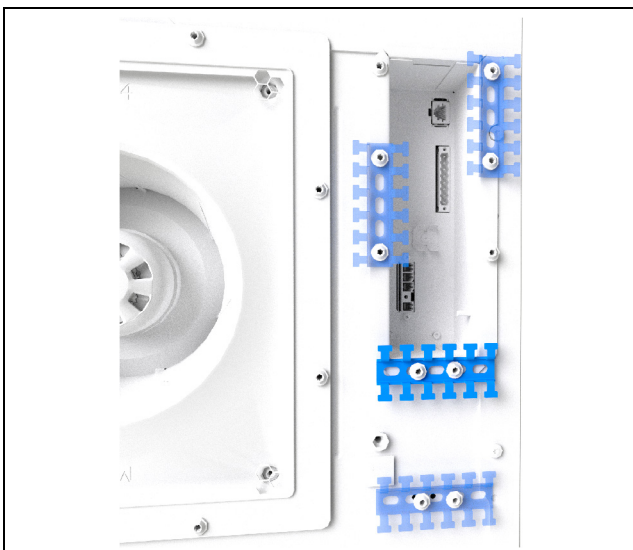

Bild 19: Montage av T-skena (bilden visar ett exempel)
- Kabelskärmen kan kopplas till T-skenan (bild 19).